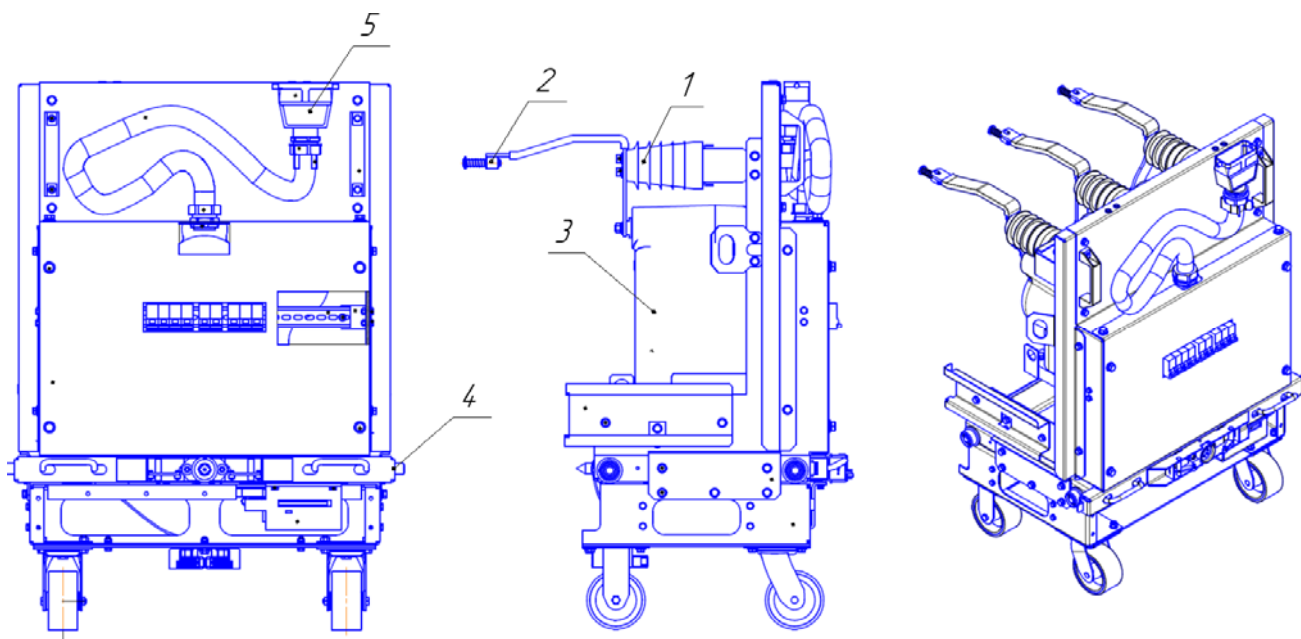

Рисунок 6 Выкатной элемент с трансформаторами напряжения
- выкатной элемент трансформатора напряжения (Рисунок 6);